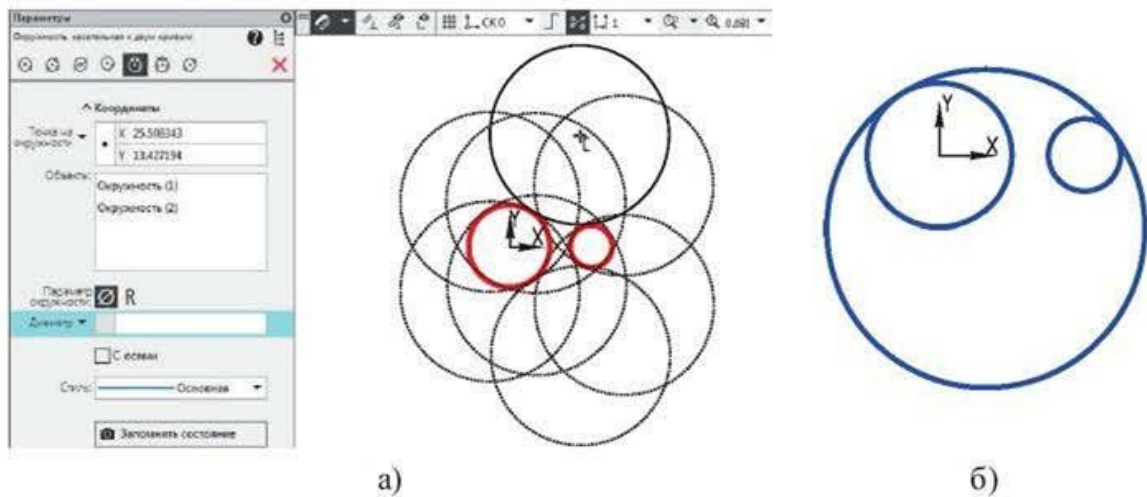

Рисунок 4.11 Выбор необходимого варианта из предложенных фантомов
4) В *Панели свойств* в ячейке *Радиус* ввести значение 55 (мм). На запрос системы: «Укажите первую кривую для построения касательной окружности» – кликнуть ЛК на первой окружности. На запрос системы: «Укажите вторую кривую для построения касательной окружности» – кликнуть ЛК мыши на второй окружности. Система предложит для выбора все возможные варианты касательных (рисунок 4.11 а), нужно выбрать требуемый. Результат выбора касательных изображен на рисунке 4.11 б.